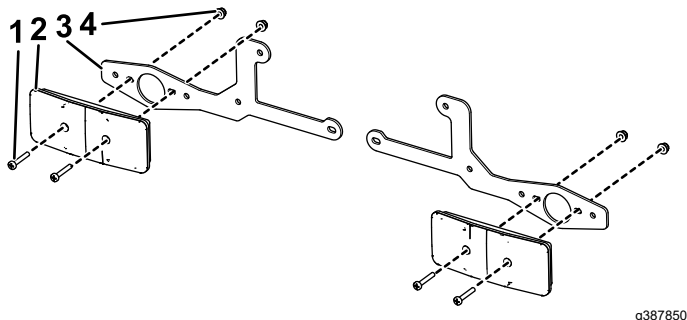

Figura 3
1. Instale las luces de los intermitentes en los soportes de los intermitentes con 2 tornillos Phillips (n.º 10 x 1¼") y 2 contratueras (n.º 10) en cada uno. Consulte Figura 3 para conocer la orientación correcta.